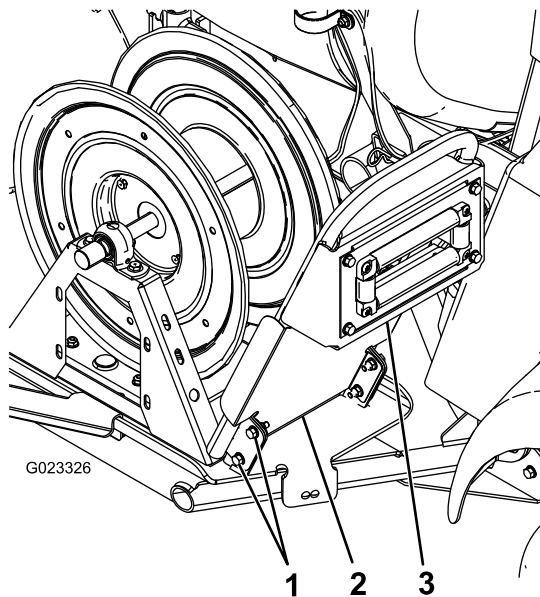

Bild 8
5. Befestigen Sie den Griff mit vier Schrauben (5/16") lose an der Schwenkplatte (Bild 8).
6. Befestigen Sie den Schmutzfänger und Griff mit den in Schritt 5 angebrachten Schrauben und vier Bundmutter (5/16") an der Schwenkplatte (Bild 8).